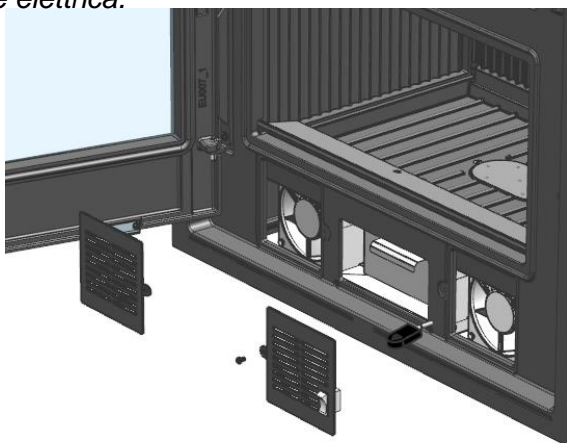

Fig.1
13. Soltar a grade frontal desparafusando o parafuso que a sujeita (Fig.1)